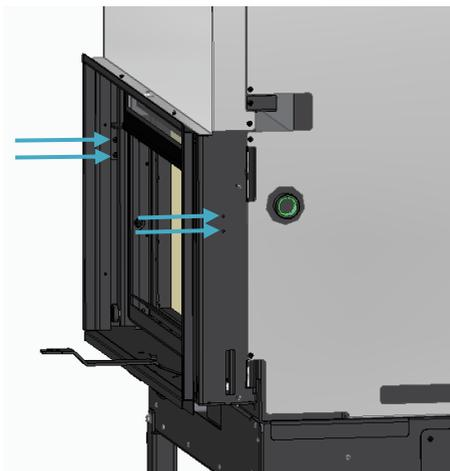

Figura 8
- d) Nos modelos com porta de movimento vertical, remover os dois parafusos que fixam os suportes que bloqueiam o movimento da porta de cada lado a partir do interior, assinalados na Figura 8;